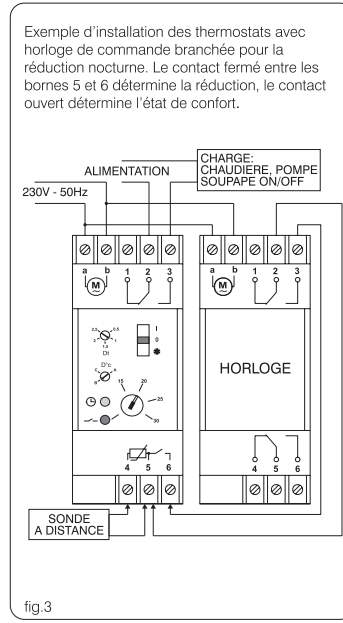

fig.3
- Réaliser le branchement électrique sur le thermostat, bornes 4 et 5 (fig. 3).
Pour obtenir une réduction de la température, il est nécessaire de relier le thermostat comme l'indique la fig.3. Le contact à relier à l'horloge ou à tout autre dispositif de commande, doit être sans potentiel. La programmation de la réduction de la température peut être effectuée en agissant sur le trimmer de réglage Δ°C. La valeur, réglable sur trois niveaux A-B-C indiqués sur le panneau avant du produit, n'est pas fixe, mais varie en fonction de la température programmée. Voir tableau ci-contre.